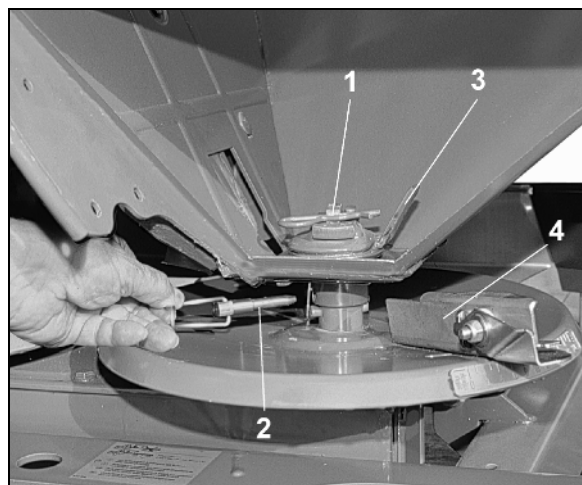

Bild 88
1. Dra ut fjädersprinten (Bild 88/1).
2. Ta bort omrörarens blandarvinge (Bild 88/2).